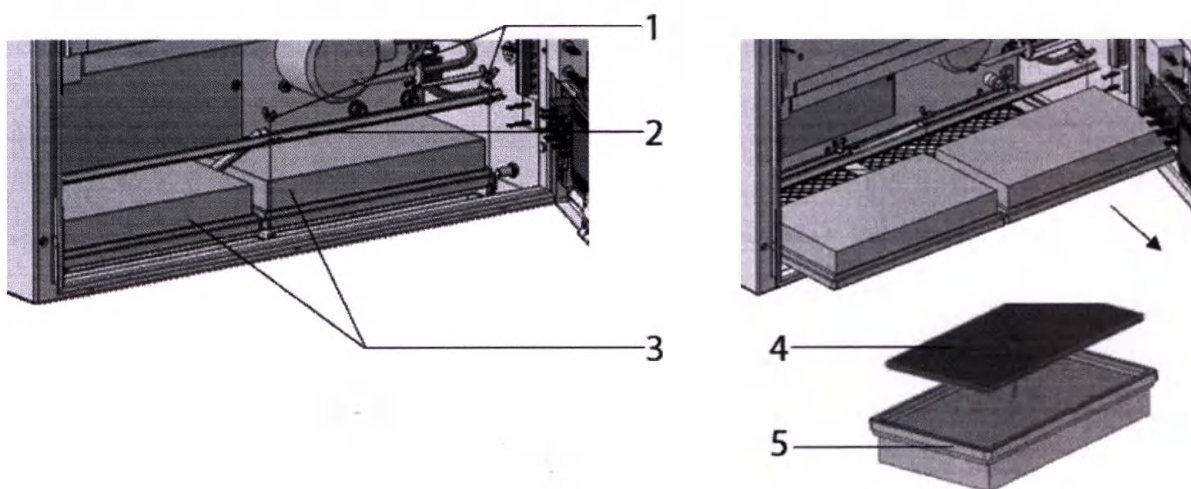

Рисунок 17.2 – Замена фильтров:
3. Открутить винты-барашки 1 (см. Рисунок 17.2). Приподнять прижимную планку 2.
4. Извлечь блок фильтров 3 (см. Рисунок 17.2).
8. Зафиксировать блок фильтров прижимной планкой 2 (см. Рисунок 17.2). Закрутить винты-барашки 1.
4. Извлечь использованный блок фильтров 3 (см. Рисунок 17.2).
7. Зафиксировать блок фильтров прижимной планкой 2 (см. Рисунок 17.2). Закрутить винты-барашки 1.